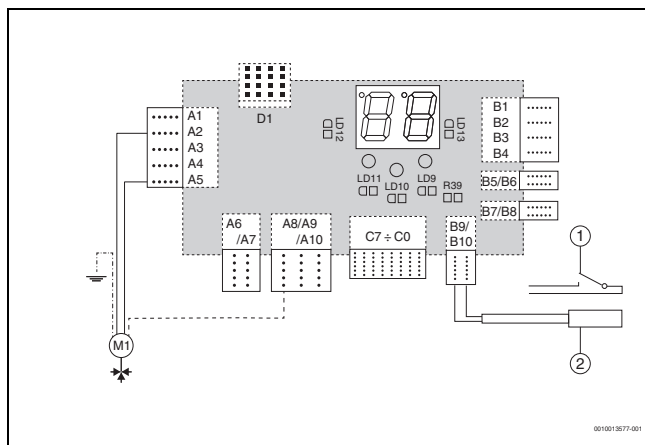

Fig. 1 Tilkobling av 3-veisventilen for funksjonen til styringen av varmtvannet eller reservekilden
- ▶ Koble til kabelen til shunten på elektronikken til fyrkjelen tilsvarende koblingsskjemaet (→fig. 1). Isoler de gjenværende lederne (det dreier seg om interne kontakter til shunten).
- ▶ Koble til følerne på klemmene B9-B10 til elektronikken tilsvarende koblingsskjemaet (→fig. 1). Det er ikke nødvendig å overholde noe polaritet på følerkablene.